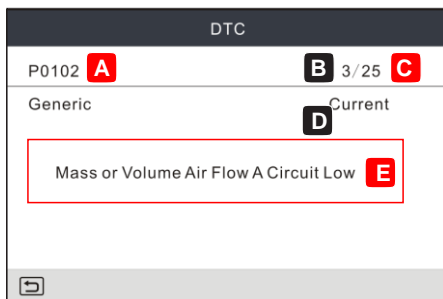

Рис. 6-5
автоматически считывает коды неисправностей по стандарту SAE, отображается окно, как показано на рис. 6-5.
На рис. 6-5
- Если обнаружено несколько кодов DTC, на экране отображаются DTC (см. рис. 6-5).